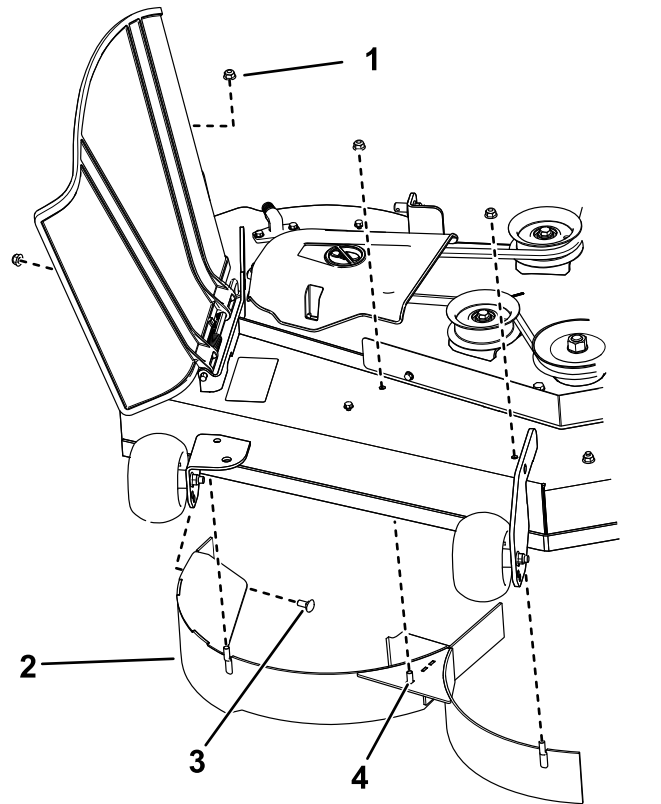

Рисунок 13
- Отверните 3 контргайки (5/16 дюйма) с приваренных стержней на правом дефлекторе (Рисунок 13).
- Отверните 2 каретных болта с 2 контргайками, которые крепят правый дефлектор к деке, и снимите дефлектор (Рисунок 13).
- Найдите 3 болта в наборе отдельных деталей и используйте имеющиеся контргайки, чтобы установить эти крепежные детали в отверстия, используемые для приваренных стержней (Рисунок 13), для предотвращения выброса мусора.